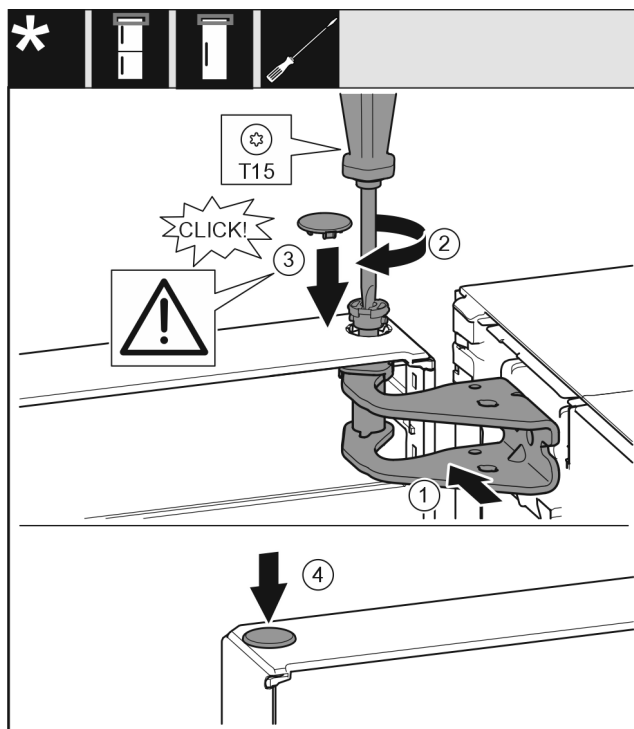

Fig. 19
- Allineare la porta superiore all'apertura nella staffa di supporto Fig. 19 (1).
- Inserire i perni Fig. 19 (2) e stringerli con un cacciavite.
- Inserire la copertura Fig. 19 (3).
- Controllare che la copertura Fig. 19 (3) poggi sulla porta.
- Inserire la copertura Fig. 19 (4).